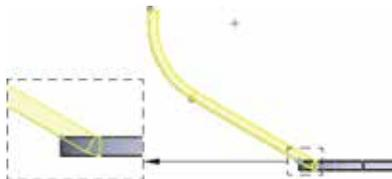

图 5.35 材料在内
-  (材料在内) 单选项：用于表示钣金的外侧面与附着边重合，如图 5.35 所示。